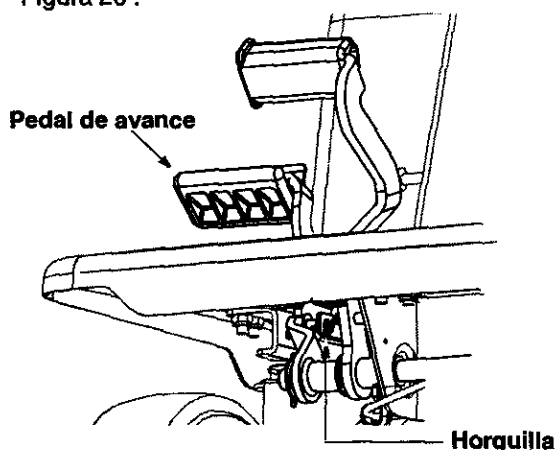

Figura 20
1. Retire la horquilla que sujeta la barra de control de velocidad al ensamble del pedal de avance. Vea Figura 20 .